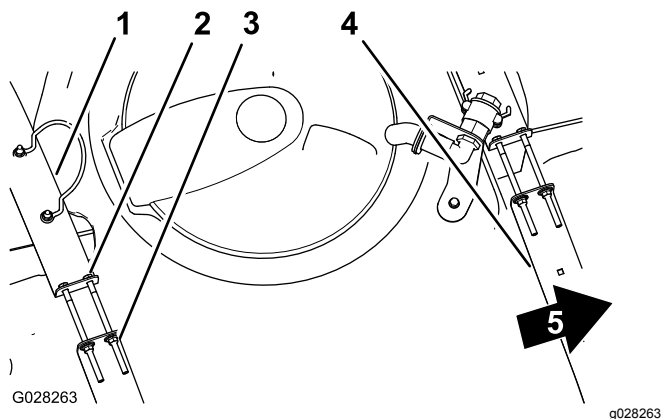

図 85
2. タンクとタンク固定ベルトとの間に、たるみができていないか点検する 図 85。
3. ベルトにゆるみがある場合には、ベルトの上部にあるフランジロックナットとボルトを締めてベルトとタンクとが面一になるようにする図 85。